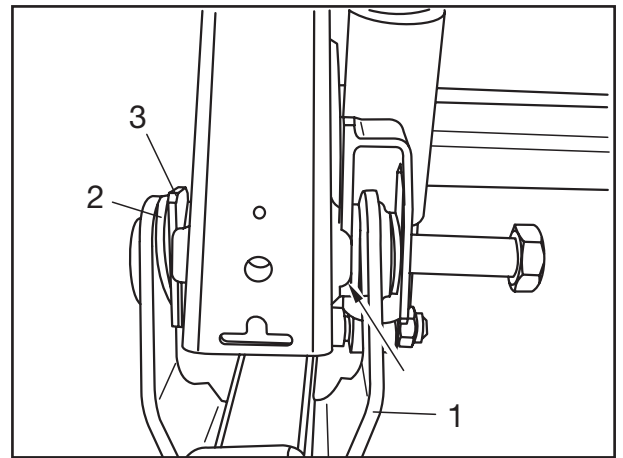

Fig. 10
- Hebearm (Fig. 10/1) so weit hochheben, bis der Federbolzen mit den Bohrungen der Stütze und Lenkerfeder fluchten.
Die Kulissenscheibe liegt in der Verdrehsicherung der Luftfederstütze (Fig. 10/Pfeil). Federbolzen eintreiben, dabei die Scheibe (Fig. 10/2) und Kulissenscheibe (Fig. 10/3) auf der zweiten Seite montieren.
- Raise the lift arm (Fig. 10/1) until the spring bolt lines up with the holes in the hanger bracket and the trailing arm.
The connecting link disc sits in the anti-rotation lock of the air suspension hanger bracket (Fig. 10/arrow).
Drive in the spring bolt, mounting the washer (Fig. 10/2) and the connecting link disc (Fig. 10/3) on the second side at the same time.
- Faire monter le bras de relevage (Fig. 10/1) jusqu'à ce que le boulon de ressort soit en face des alésages de la main et du ressort de guidage.
La cale à coulisse est logée dans la sécurité de torsion de la main de suspension (fig. 10/flèche).
Enfoncer le boulon de ressort en disposant simultanément la rondelle (Fig. 10/2) et la cale à coulisse (Fig.10/3) de l'autre côté.